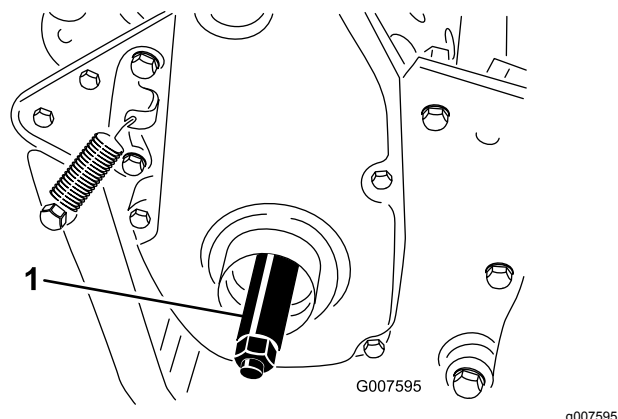

Figura 9
3. Enrosque el eje de la rueda derecha en la polea de transmisión del lado derecho de la máquina (Figura 9).